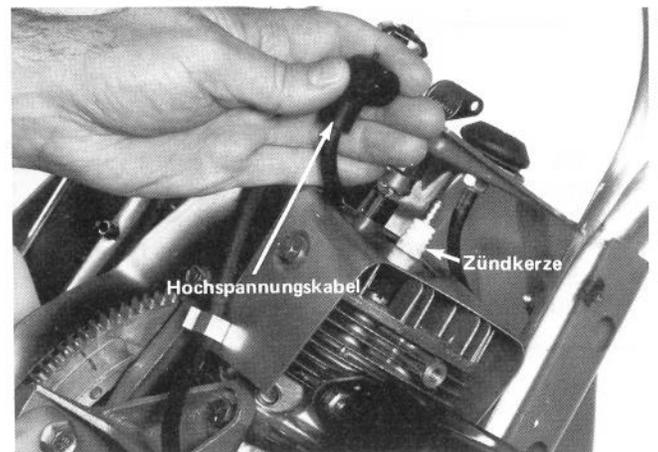

Abb. 20
5. Das Hochspannungskabel von der Zündkerze abziehen und die Kerze heraus-schrauben (Abb. 20).
7. Das Hochspannungskabel mit der Zündkerze verbinden (Abb. 20).